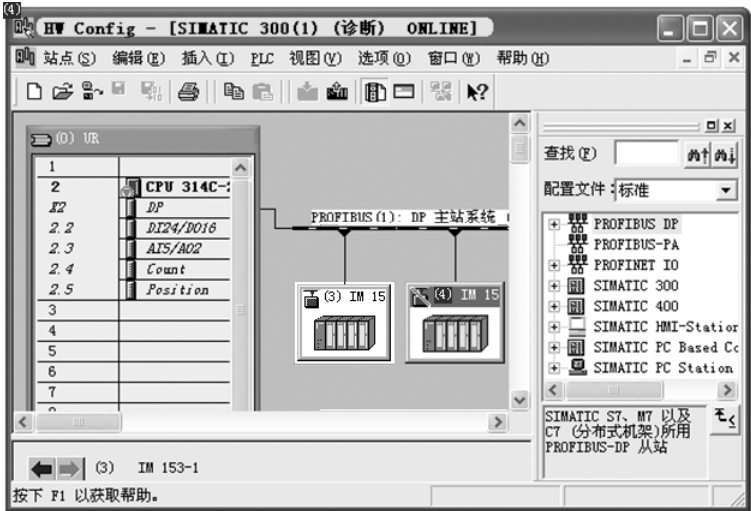

图 12-166 硬件组态
1) 首先判断通信故障，采用诊断视图诊断，如图 12-166 所示。